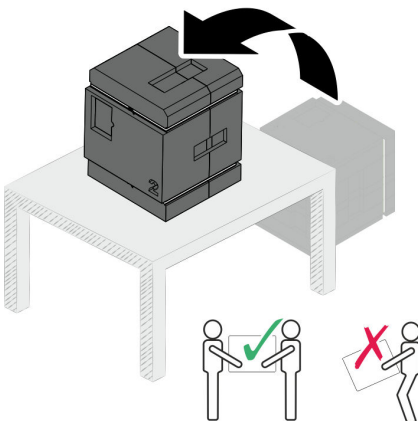

Abb. 46 Roboterbox abstellen
10. Roboterbox gemäß **Abb. 46** um 90° gedreht auf dem Tisch abstellen.